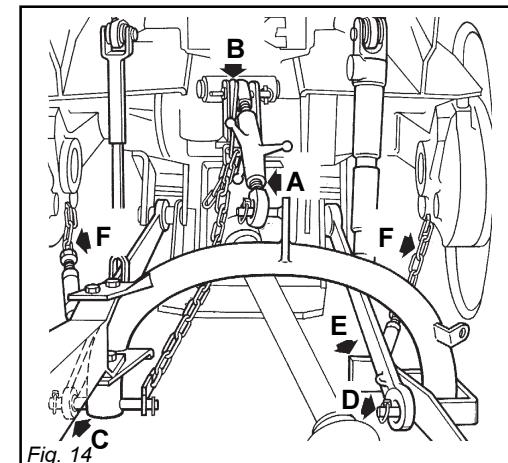
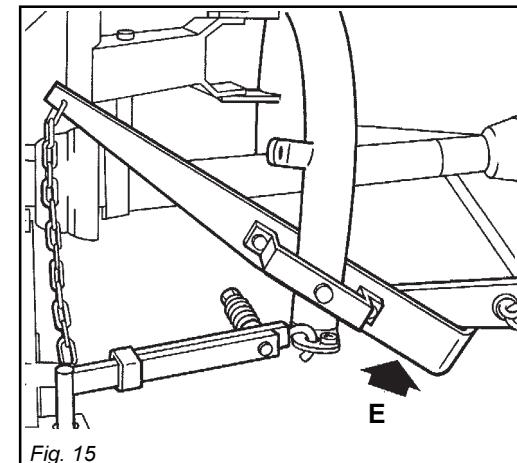

Fig. 14
Fig. 15
- 1 - Collegare il terzo punto superiore ed effettuare una corretta regolazione con il tirante di regolazione (A, Fig. 14). La piastrina (B, Fig. 14) va posizionata alla sinistra del tirante, solidale sulla stessa spina. La spina va bloccata con l'apposita copiglia.
- 2 - Agganciare le barre del sollevatore sui perni predisposti (C e D, Fig. 14). Il braccio di sollevamento (E, Fig. 15) deve essere posizionato sotto il braccio del trattore. Bloccare con le copigliie a scatto.
- 3 - Mediante gli appositi tiranti (F, Fig. 14) bloccare le barre parallelamente al trattore. Quest'ultimo accorgimento deve essere messo in atto per evitare qualsiasi spostamento, in senso orizzontale, della falciatrice.
- 1 - Connect the upper third-point and correctly regulate by means of the adjuster (A, Fig. 14).** Place plate (B, Fig. 14) at the left side of the hitch integral with the same pin. Lock in place with the snap-in split pins.
- 2 - Hook the oscillating arms of the tractor to pins (C and D, Fig. 14).** The hoisting arm (E, Fig. 15) must be fixed underneath the tractor arm. Lock in place with the snap-in split pins.
- 3 - Lock the lift links using the relative chains (F, Fig. 14) and couplings parallel to the tractor.** This operation must be carried out to prevent the machine from moving in a horizontal direction.
- 1 - Den oberen Kupplungspunkt anschließen und den oberen Lenker(A, Abb. 14) korrekt einstellen. Das Plättchen(B, Abb. 14) soll an der linken Seite des Oberlenkers, beim Traktor auf den gleichen Bolzen eingesteckt sein. Mit dem einrastenden Splint blockieren.**
- 2-Die zwei Traktorunterlenker auf den Bolzen (C und D, Abb. 14) des Mähwerkes einstecken. Der Hebearm (E, Abb. 15) muss unter den Traktorunterlenker angebracht werden. Mit dem einrastenden Splint blockieren.**
- 3- Die Lenker(F, Abb. 14) des Krafthebers mit den Stabilisierungsketten und Spannvorrichtungen des Schleppers parallel zum Schlepper blockieren.** Dieser Vorgang ist auch bei Straßenfahrten erforderlich, damit das Gerät nicht seitlich ausschwenkt.
- 1 - Reliez le troisième point supérieur et réglez correctement à l'aide du tirant (A, Fig. 14). Positionner la plaque (B, Fig. 14) à gauche du tirant solidaire sur la même cheville. Bloquez par les goupilles à encastrement.**
- 2 - Accrocher les bras oscillants du tracteur sur les pivots (C et D, Fig. 14) de la faucheuse.** Le bras de soulèvement (E, Fig. 15) doit être positionné sous le bras du tracteur. Bloquez par les goupilles à encastrement.
- 3 - Bloquez les barres du relevage avec les chaînes et les tendeurs (F, Fig. 14) parallèles sur le tracteur.** Cette opération a pour but d'éviter tout débattement de la machine dans le sens horizontal.
- 1 - Conectar el tercer punto superior y efectuar una correcta regulación con el tirante (A, Fig. 14). Posicionar la chapa (B, Fig. 14) e la izquierda del tirante, solidario en el mixto pasador. Bloquear con los pasadores de resorte.**
- 2 - Enganchar los brazos oscilantes del tractor en los pernos (C y D, Fig. 14). El brazo de levantamiento (E, Fig. 15) debe posicionarse debajo del brazo del tractor. Bloquear con los pasadores de resorte.**
- 3 - Bloquear la barras del elevador con las respectivas cadenas y tensores (F, Fig. 14) paralelos en el tractor. Dicha operación es necesaria para evitar todo tipo de desplazamiento, en sentido horizontal, de la máquina.**